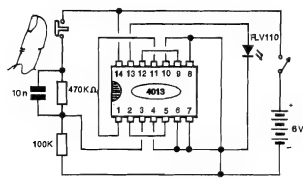
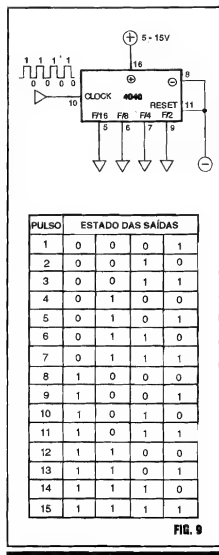
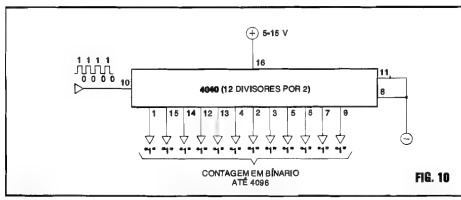

FIG. 6
FIG. 9
FIG. 10
- FIG. 6 - FAZENDO EXPERIÊNCIAS COMPROBATÓRIAS... - O Leitor/"Aluno" pode, muito facilmente, com o auxílio de uma matriz de contatos (Proto Board) realizar na prática algumas elucidativas EXPERIÊNCIAS, para comprovar, "ao vivo", o funcionamento dos blocos lógicos BIESTÁVEIS contidos no 4013, nas explicadas funções de divisor ou contador. Com um pouco de atenção, basta interligar os componentes sobre o Proto Board, "nos conformes" do esqueminha (que é muito simples...) para obter um divisor por 4 experimental... Uma rede RC, formada pelos resistores de 100K e 470K mais o capacitor de 10n, juntamente com um interruptor de pressão (push-button) tipo Normalmente Aberto, permite a injeção de pulsos na Entrada do sistema, um a um (fáceis de contar mentalmente, portanto...), através de pressões sequenciais no botão do dito interruptor... Para indicar o momentâneo estado digital presente na Saída, um LED comum é utilizado, e ligado de modo que apenas acenderá quando o pino 13 do 4013 se mostrar "alto", ou em "1"... Realizada a montagem experimental, totalmente sem solda (o que permitirá a posterior re-utilização dos componentes em outras experiências...), aplicam-se os pulsos, premindo o push-button uma vez para cada pulso e verifica-se que são necessários 4 pulsos na Entrada, para que o LED indicador mostre um período de acendimento... Se for apertado 8 vezes o interruptor, serão vistos dois períodos de acendimento do LED, e assim por diante...! Com um pouquinho de racio-
- FIG. 9 - INTERPRETANDO AS SAÍDAS DO 4040 COMO UM "TALIZADOR" (CONTADOR) BINÁRIO PRÁTICO... - Para simplificar as coisas, e não assustar muito a "turma", utilizaremos no presente exemplo, apenas as 4 primeiras Saídas do 4040, nas quais a Frequência do "trem de pulsos" original aparece nas proporções de F/2, F/4, F/8 e F/16. Pelo conjunto de "estados" possíveis (sempre "0" ou "1", como já sabemos...) nessas 4 Saídas, ordenadas da forma indicada, teremos em BINÁRIO a perfeita contagem dos pulsos aplicados à mencionada Entrada de CLOCK...! Se o "Aluno" for do tipo que "só acredita vendo", poderá realizar, num *Proto Board*, o circuito representado no diagrama, usando 4 LEDs nas Saídas, para indicar visualmente seus "estados", e aplicando à Entrada de CLOCK pulsos através de *push-button* (nos mesmo moldes da Experiência da FIG. 6...). Com isso, poderá comprovar a TABELA DE ESTADOS anexa à FIG. 9...
- FIG. 10 - INDO "ATÉ O CABO" DA CONTAGEM POSSÍVEL COM O 4040 - No diagrama/exemplo da FIG. 9 utilizamos, para simplificar as coisas, apenas as 4 primeiras Saídas do conjunto de contadores internos do 4040... Entretanto, lembrando que o dito Integrado tem nada menos que 12 contadores/divisores internos, todos com Saídas externas acessíveis, podemos levar a "coisa até o cabo", aproveitando *todas* as Saídas, através das quais poderão ser contados e binariamente indicados com precisão (através de 12 LEDs, se o diagrama for concretizado numa Experiência sobre matriz de contatos...) até 4096 pulsos, já que o número binário "111111111111" significa exatamente "4096" em decimal...!